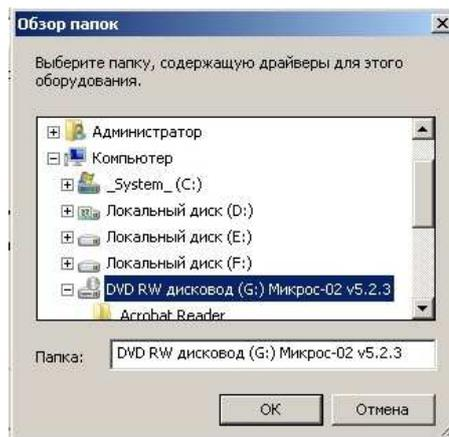

Рис. 8.19
- в окне «Обзор папок» (Рис. 8.19) укажите расположение папки с устанавливаемыми драйверами, (обычно, она находится на CD-ROM «Программное обеспечение Микрос-02», в папке «Drivers RS-422\_485»), после чего нажмите на кнопку «ОК»;